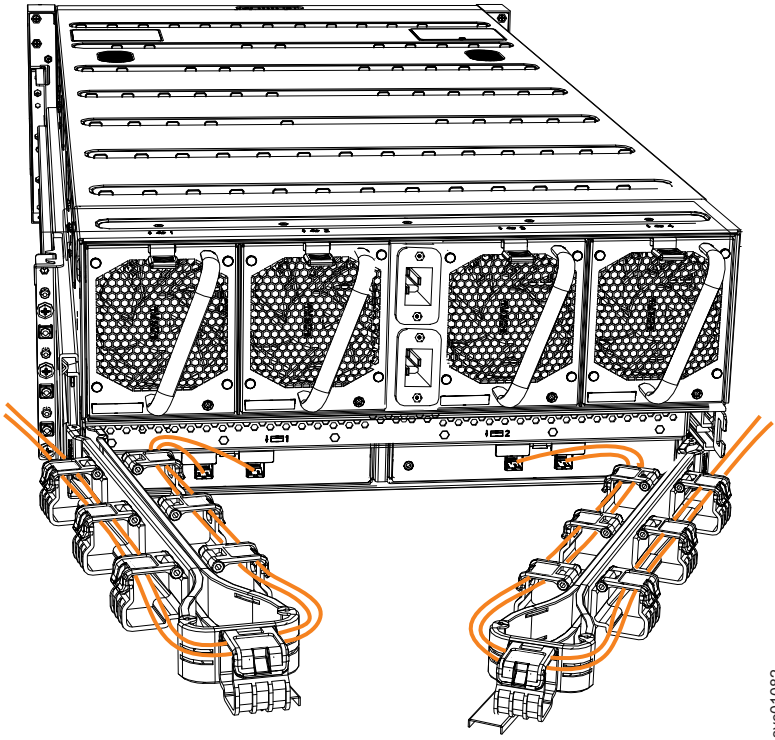

Figure 99. Exemple de câbles SAS acheminés par les bras de routage des câbles
8. Faites passer les câbles SAS par les bras de routage des câbles, comme illustré dans la figure 99, à la page 103.